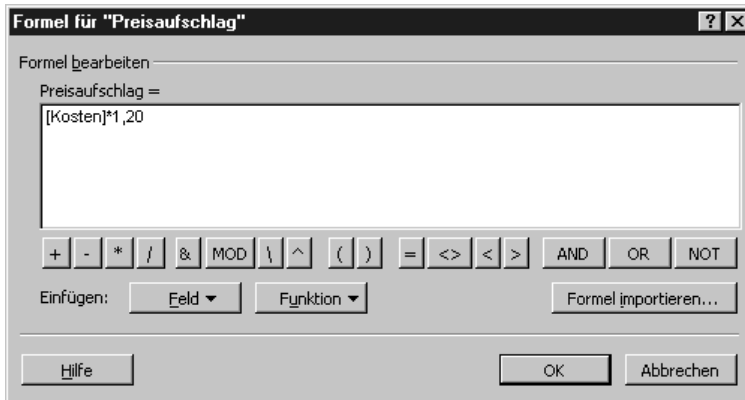

Abbildung 18.10:
5. Wählen Sie FORMEL im Bereich BENUTZERDEFINIERT EIGENSCHAFTEN, um das Dialogfeld Formel anzuzeigen (siehe Abbildung 18.10).